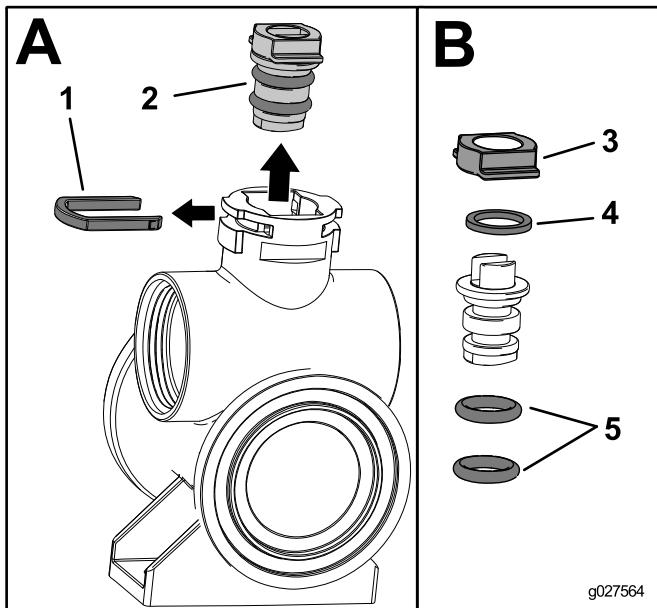

Figura 3
- Retire el clip de retención del vástago (Figura 3, A).
- Introduzca un dedo en el cuerpo de la válvula y retire el conjunto del vástago (Figura 3, A).
15. Retire el retenedor del vástago, la arandela de empuje y las 2 juntas tóricas del vástago de la válvula (Figura 3, B).